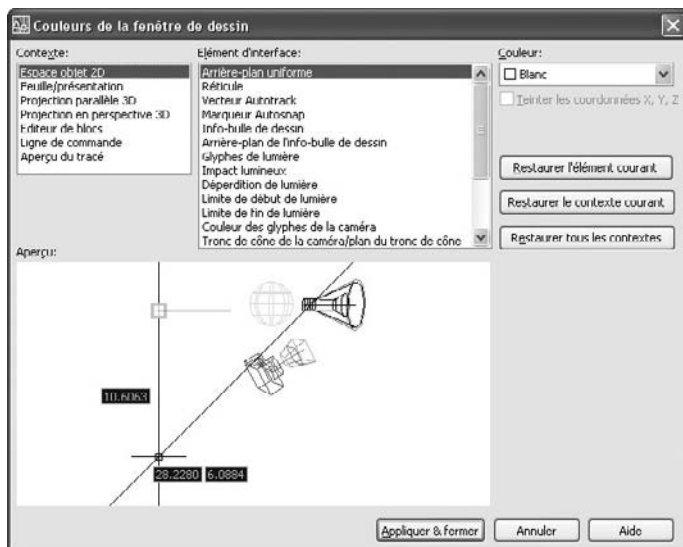

Fig.1.16
- 1 Dans le menu **Outils** (Tools) cliquer sur **Options**. Cliquer sur l'onglet **Affichage** (Display) puis sur le bouton **Couleurs** (Colors). La boîte **Couleurs de la fenêtre de dessin** (Drawing Window Colors) s'affiche à l'écran (fig.1.16).